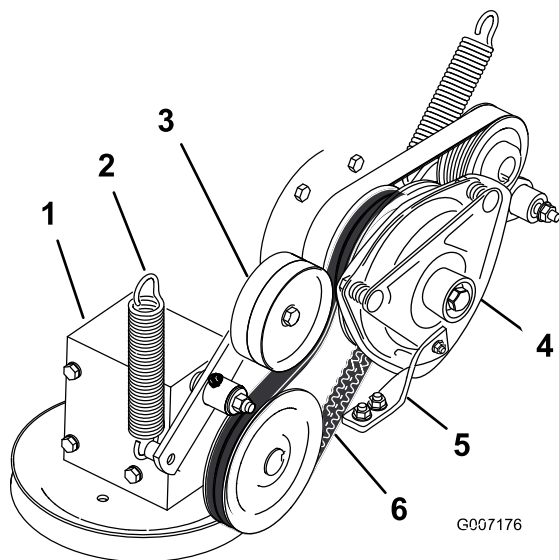

Figure 73
4. Débranchez le ressort du bras de la poulie de tension (Figure 73).
7. Montez la nouvelle courroie d'entraînement de PDF autour de la poulie d'embrayage et de la poulie du boîtier d'engrenages (Figure 73).
9. Raccrochez le ressort au bras de la poulie de tension (Figure 73).